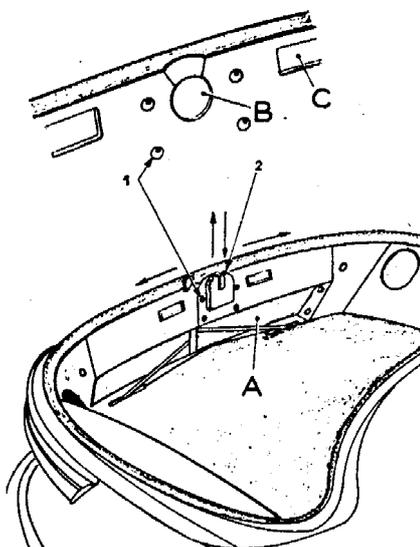

Fig. 23. — Réglage du verrouillage de couvercle de malle. Dépose et repose de la serrure du couvercle.
**REGLAGE DU VERROUILLAGE DU COUVERCLE DE MALLE** (fig. 23).
- Baisser doucement le couvercle de malle et vérifier si la gâche (3) se présente bien en face du pêne (2) de la serrure. Sinon centrer la gâche après avoir desserré les deux vis (4).
- Si, malgré tout, la fermeture ne peut être obtenue, desserrer les quatre vis (1) fixant la serrure et déplacer celle-ci dans le sens vertical en la **rapprochant** du couvercle.
- Si le couvercle de malle ferme, mais sans faire étanchéité avec l'encadrement, desserrer les quatre vis (1) fixant la serrure et déplacer celle-ci dans le sens vertical en l'**éloignant** du couvercle.
**DEPOSE ET POSE DE LA SERRURE DU COUVERCLE DE MALLE** (fig. 23).